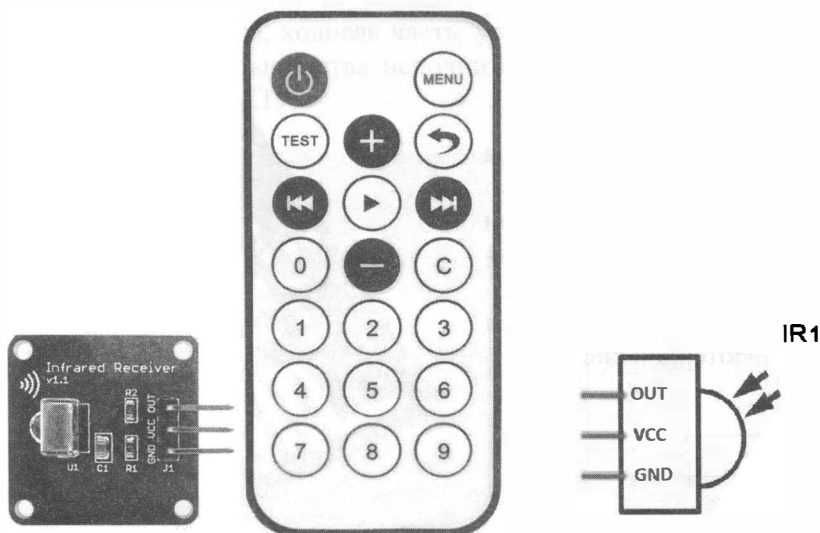

Рис. 1.15. IR-приемник на плате (слева); IR-пульт (в центре); схема выводов (справа)
Управляющие команды можно посылать на инфракрасный (IR) приемник, установленный на роботе (рис. 1.15). Это удобно, когда команд немного, и между вами и роботом нет преград. Так, например, можно управлять движением робота.